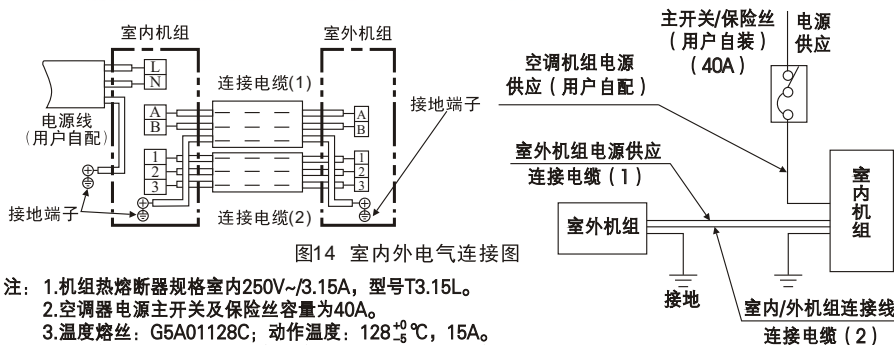

图14 室内外电气连接图
- (1) 用附件④及⑮连接电缆按接线图要求正确地连接室内外机组，绝对不可连接错误（如图14）。
- (2) 连接电缆必须用室内外机组上的附属电线压板压紧。
- 接地线必须根据图14所示用连接电缆中黄/绿色导线接至带有“⊕”标记的接线端子上。